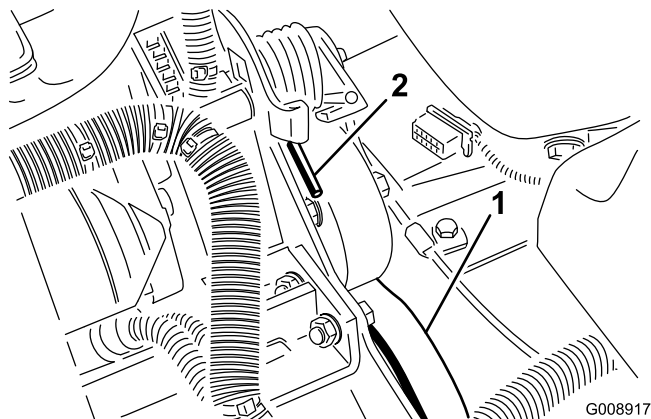

Figure 67
2. Appuyez sur l'extrémité du ressort (Figure 67) et poussez-la vers l'avant pour décrocher le ressort du support et le détendre.